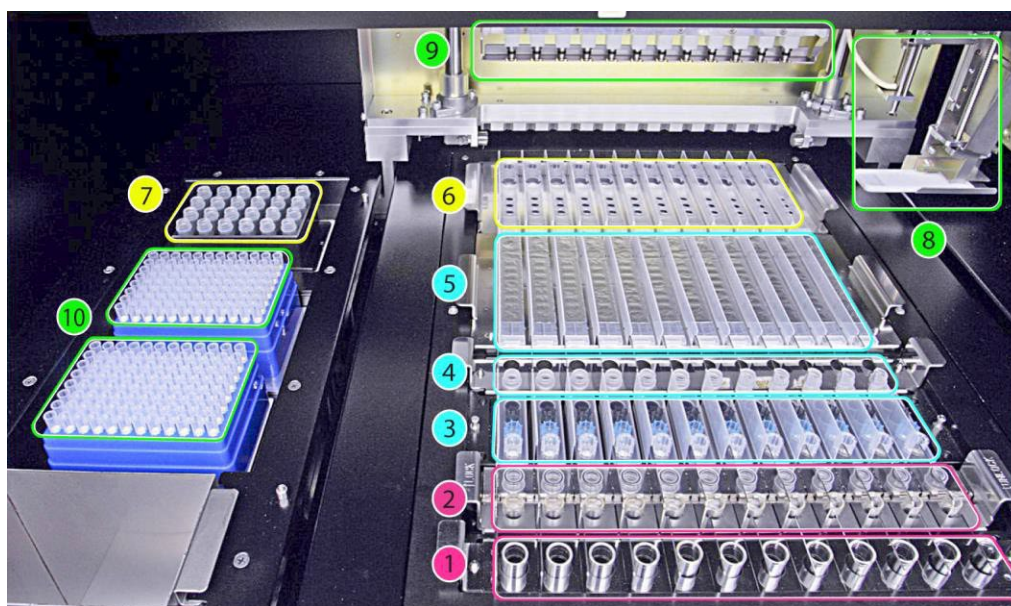

Figura 1: area di caricamento di «ELITe InGenius».
Visione d'insieme dello strumento «ELITe InGenius» (Figura 1).
La Figura 1 mostra la posizione del rack dei tubi primari campioni (1), la posizione del rack Extraction tube + cap (2), la posizione del rack puntali (3), la posizione del rack dei tubi di eluzione (Elution tube) (4), la posizione del rack della cartuccia di estrazione (5) e la posizione del rack della cartuccia PCR (6), la posizione del blocco reagenti PCR e Controllo Interno (Inventory Manager) (7), i due sistemi di dispensazione del campione e dei reagenti (8, a canale singolo, 9, a canali multipli), le posizioni dei puntali (10) e il contenitore per rifiuti in basso a sinistra.
6. Confermare che i reagenti siano sufficienti per il numero di test selezionati e che siano collocati correttamente nella posizione 7 Inventory Manager (cfr. Pagina 11, Figura 1), come indicato sullo schermo, premere il pulsante "Next" (Successivo).
7. Caricare un numero sufficiente di puntali nella posizione 10 (cfr. Pagina 11, Figura 1).
9. Caricare le cassette PCR nella posizione 6 (cfr. Pagina 12, Figura 1).
11. Caricare le Extraction Cartridge nella posizione 5 (cfr. Pagina 11, Figura 1).
13. Caricare la quantità richiesta dei tubi di eluzione (Elution tube) nella posizione 4 (cfr. Pagina 11, Figura 1).